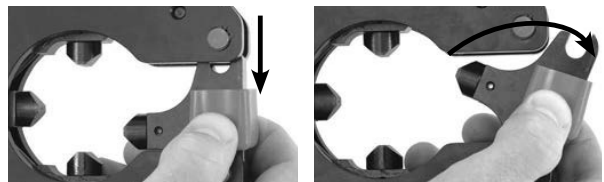

Abbildung 2 – Öffnen/Schließen des Crimp-Kopfes
5. Öffnen Sie bei Bedarf den Kopf, indem Sie den Riegel zur Seite schieben und herausdrehen (Abbildung 2). Schließen Sie den Kopf um den zu crimpenden Verbinder. Vergewissern Sie sich, dass der Riegel vollständig geschlossen ist – Betätigen Sie das Werkzeug nicht, wenn der Riegel ganz oder teilweise geöffnet ist.